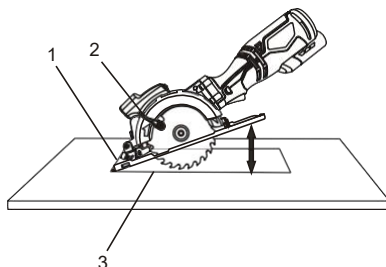

Fig. 10
3. Coloque a serra na peça de trabalho de forma que a extremidade frontal da lâmina (1) fique fixa na peça de trabalho (Fig. 10).
4. Abra a proteção da lâmina girando a alavanca de proteção (2) para frente.
5. Alinhe a lâmina da serra com a linha de corte (3) usando a marca de corte de 0° na lâmina e na linha do laser.